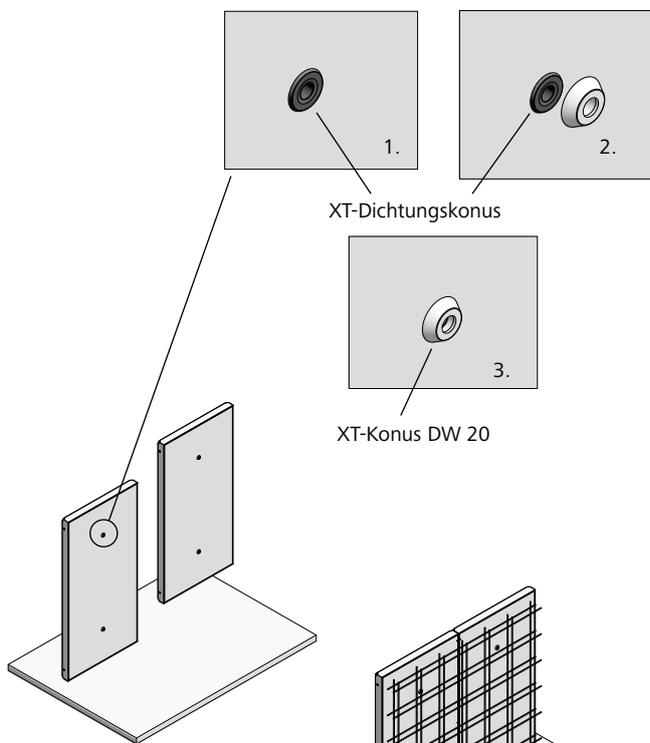

Abb. 19.1
1. XT-Konus DW 20 auf den XT-Dichtungskonus am Stellschalungselement aufdrücken (Abb. 19.1, Schritt 1. bis 3.).
2. Stellschalungselement stellen (Abb. 19.1 und ST-XT-5), Bewehrungsarbeiten durchführen (Abb. 19.2).